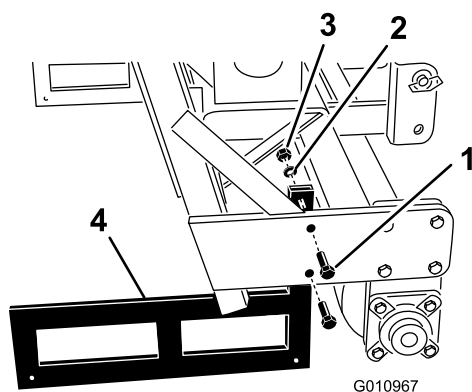

Figura 26
2. Rimuovete i bulloni e i dadi che fissano i supporti di rimessaggio su entrambi i lati dell'arieggiatore (Figura 26).